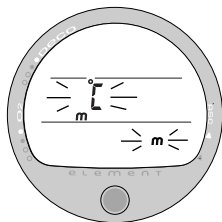

Abb. 19 - MASSEINHEITEN
- Nach dem Einstellen und Akzeptieren der Wasseraktivierung erscheint das Display Einheiten einstellen mit der blinkenden Einstellung (Abb. 19).